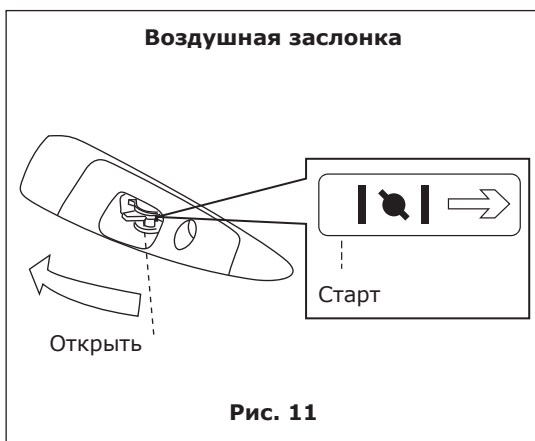

Рис. 11
- Откройте заслонку наполовину, если температура воздуха высока или двигатель не успел остыть (рис. 11).